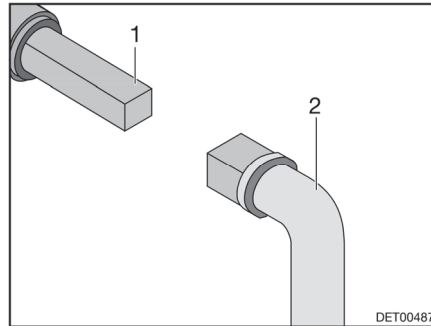

Bild 77 Bedienung Abwasserhahn
- Schlüssel (Bild 77,2) auf Vierkant (Bild 77,1) stecken.